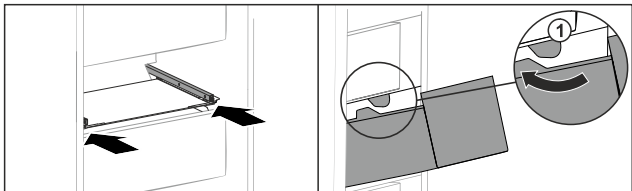

Fig. 154
- ▶ Schubfach um die Stopper Fig. 154 (1) herumführen.